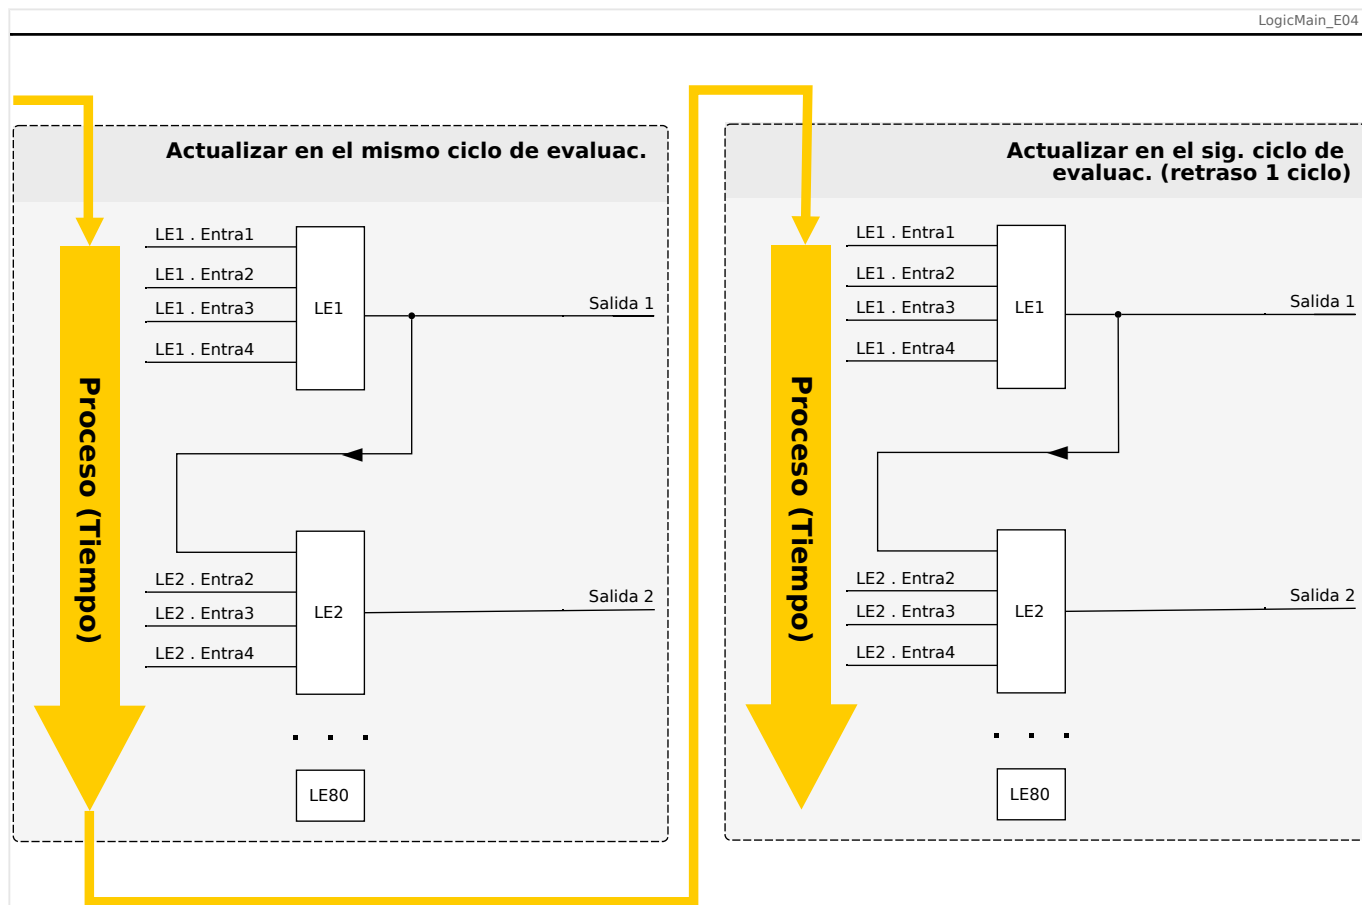
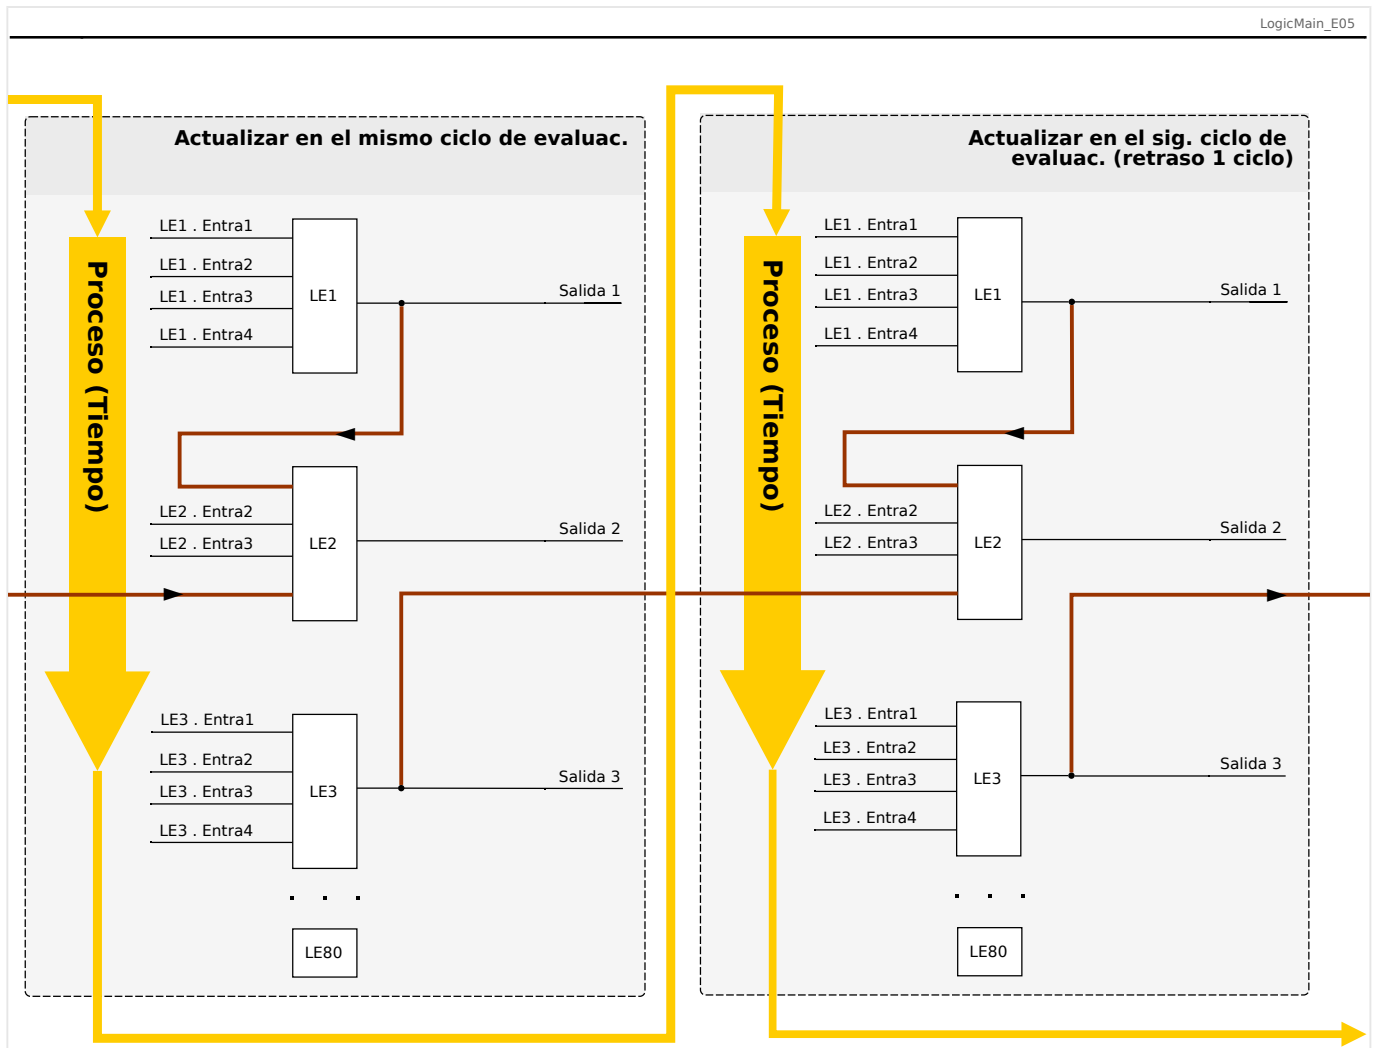

Fig. 146: Cascada en orden ascendente.
Fig. 147: Cascada en orden descendente.
- Una secuencia **ascendente** quiere decir que algunas de las salidas se usarán como entradas de una ecuación lógica con un número **mayor**. Por ejemplo, en el diagrama  Fig. 146 siguiente, se muestra un ejemplo en el que el resultado de la ecuación lógica LE1 se usa como entrada de la ecuación lógica LE2.
- Una secuencia **descendente** quiere decir que algunas de las salidas se usarán como entradas de una ecuación lógica con un número **inferior**. Por ejemplo, en el diagrama  Fig. 147, se muestra un ejemplo en el que el resultado de la ecuación lógica LE3 se usa como entrada de la ecuación lógica LE2.
Tanto la secuencia ascendente como la descendente se pueden usar y combinar entre sí, sin ninguna diferencia inmediata. Sin embargo, como todas las ecuaciones se evalúan en orden ascendente, los valores de tiempo de ejecución en sí que se usen como la entrada de una ecuación tendrán una "antigüedad" distinta, como se muestra en  Fig. 146 y  Fig. 147 a continuación.
En el ejemplo mostrado anteriormente en Fig. 147, la “Ecuación lógica 2” usa los estados de salida de otras dos ecuaciones, la “Ecuación lógica 1” y la “Ecuación lógica 3”. El resultado de la “Ecuación lógica 1” se usa en orden ascendente y, por lo tanto, se evalúa con el mismo ciclo de proceso. El resultado de la “Ecuación lógica 3” se usa en orden descendente y, por lo tanto, se evalúa en el ciclo de proceso anterior.